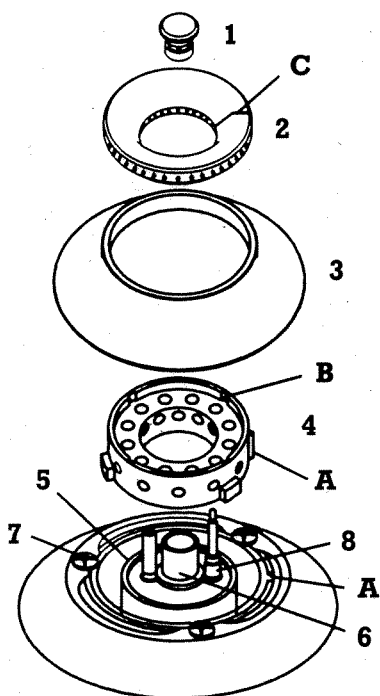

Fig. 9
6. Allentare le viti di fissaggio del piano **7** (fig. 9) e togliere il piano di cottura.
Indicazione: Per garantire il collegamento a massa, è necessario serrare una vite di fissaggio **7** del piano di cottura (fig. 9) mediante un disco dentato.
Avvitare leggermente le viti **7** di tutti i bruciatori (M 4 x 8), serrandole solo dopo aver aggiustato definitivamente gli elementi. Montare gli elementi dei bruciatori e la griglia (come da fig. 9).
Togliere la griglia, gli anelli, i coperchi e le teste del bruciatore (v. fig. 9).